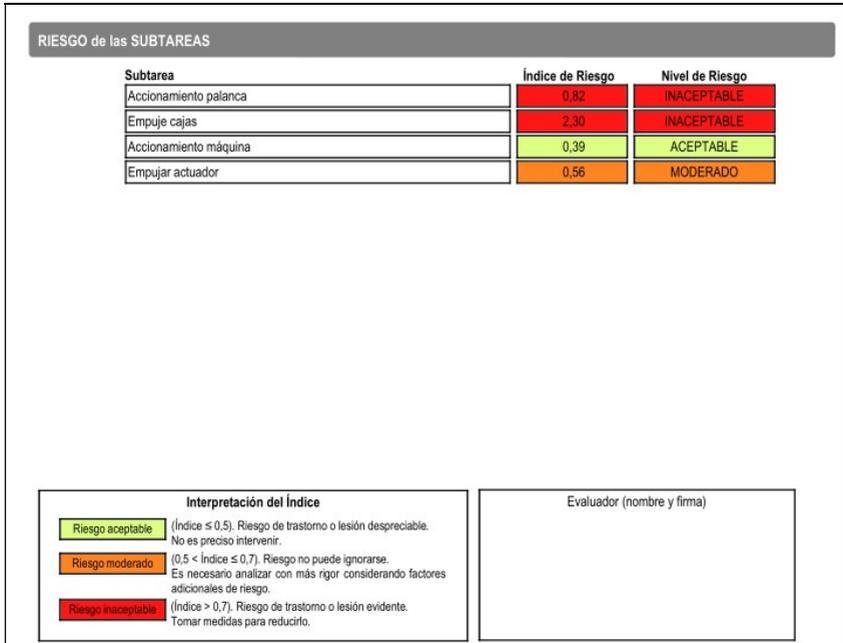

Figura 6: Figura 5: UNE EN 1005-3 [FUERZAS] – Informe-Riesgo de las subtareas
- Riesgo de las Subtareas** (Figura 6). Este apartado resume los resultados obtenidos para todas las subtareas analizadas. Por cada subtarea analizada se muestra su nombre, y los resultados obtenidos para la *evaluación del riesgo* y el *nivel de riesgo* con sus códigos de color. Al final de este apartado se incluye la tabla de interpretación de la evaluación del riesgo (con los tres posibles niveles de riesgo y la interpretación correspondiente).